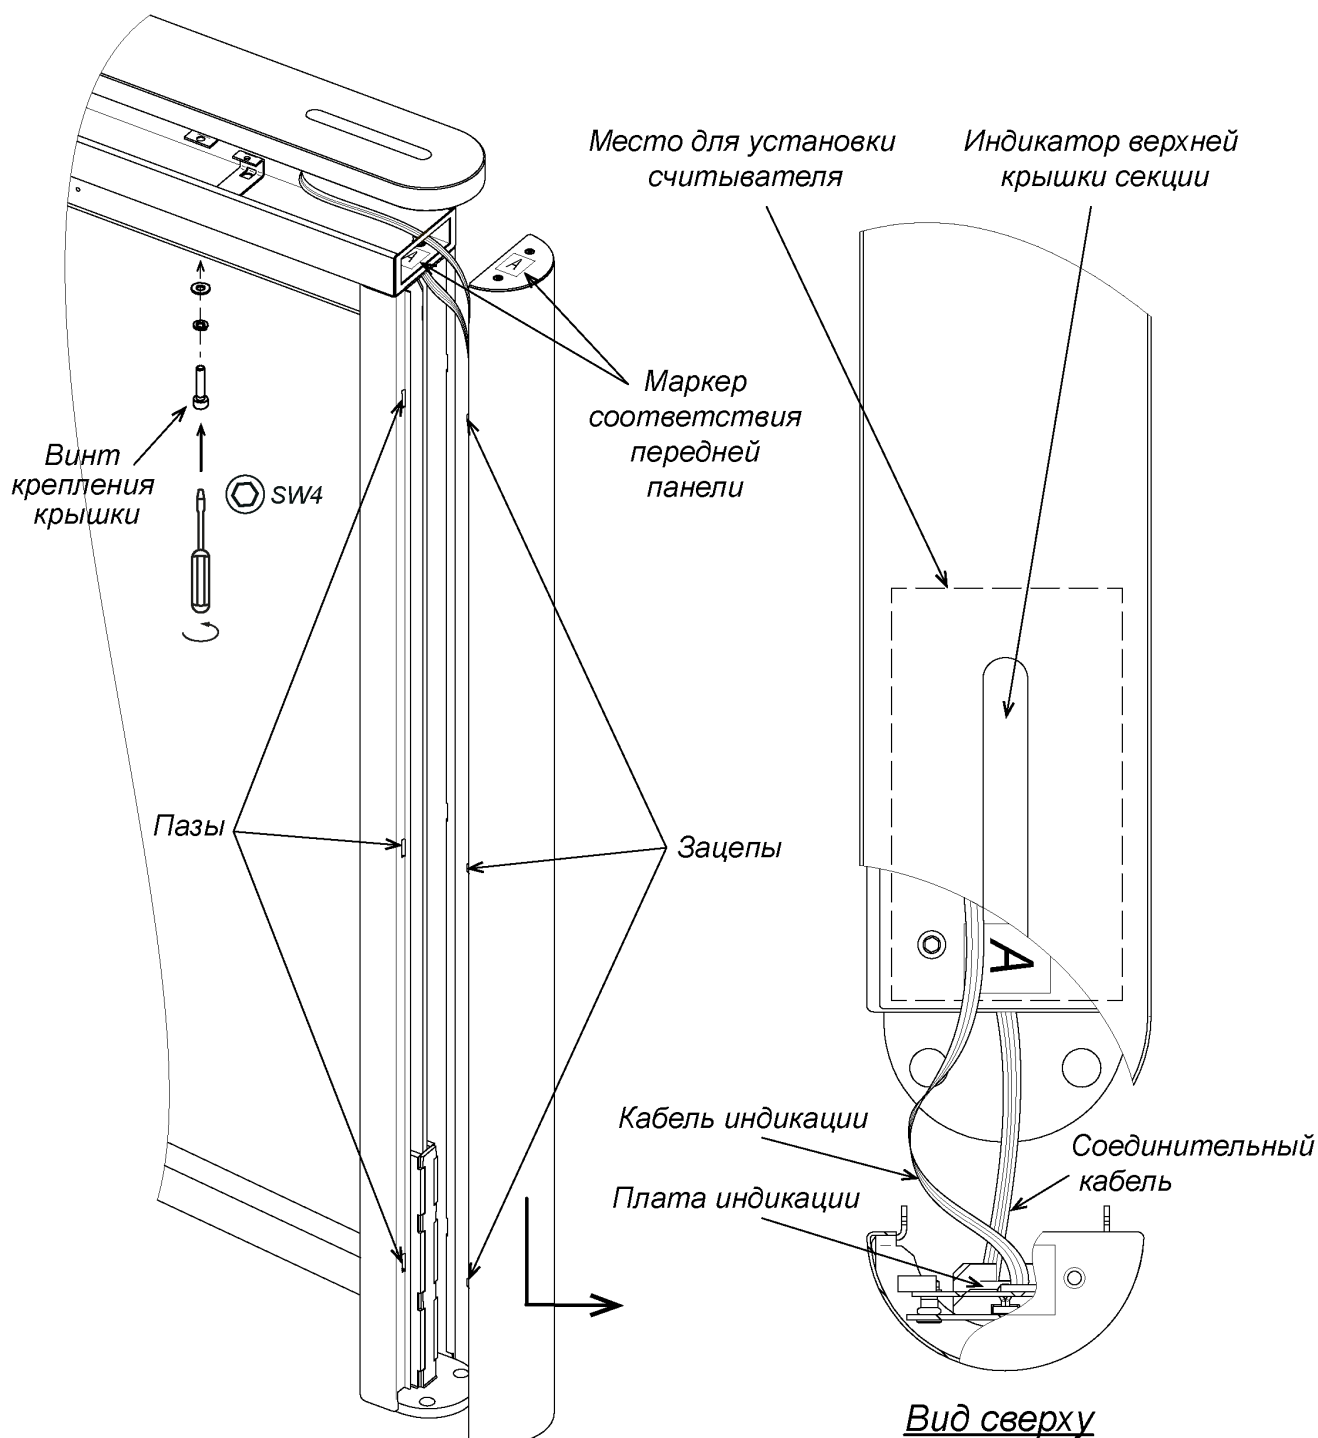

Рисунок 22. Снятие передней панели боковой стойки
21. При необходимости произведите монтаж считывателей карт доступа в верхнем коробе секции (см. рис. 22).
24. Установите на свои места передние панели боковых стоек (10) (разд. 8.8.2). При установке передних панелей с платами индикации **ОБЯЗАТЕЛЬНО** соблюдайте соответствие маркеров на панели и на секции (см. рис. 22). После установки проверьте, чтобы верхний край панелей находился на одном уровне с корпусом секции.
Для снятия передней панели боковой стойки (10) – сдвиньте ее вдоль стойки вниз и затем на себя, выводя зацепы панели из пазов в боковой стойке (см. рис. 22). Осторожно, не повредите соединительный кабель! Отсоедините разъем соединительного кабеля от платы индикации.
При установке передних панелей с платами индикации **ОБЯЗАТЕЛЬНО** соблюдайте соответствие маркеров на панели и на секции (см. рис. 22).
- Подключите соединительный кабель от модуля управления индикацией (разъем “PASS”, рис. 22) к плате индикации.
- С помощью ключа шестигранного SW4 закрутите четыре винта M4×16 с пружинными шайбами из комплекта поставки через отверстия в нижней части верхнего короба секции (см. рис. 22).